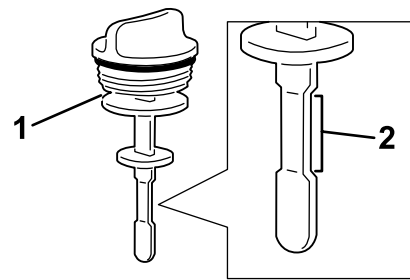

Figure 93
4. Ressortez la jauge et v rifiez le niveau de liquide (Figure 93).